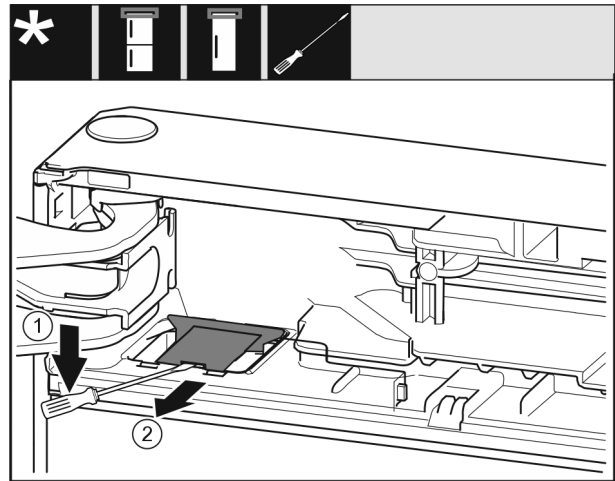

Fig. 7
- ▶ Nxirrni nga foleja kapakun mbulues me një kaçavidë dhe ngrijeni lart. Fig. 7 (1)
- ▶ Nxirrni jashtë kapakun mbulues. Fig. 7 (2)